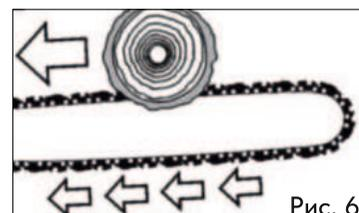

Рис. 6
- пиление снизу (толкающим ходом) (рис. 6)